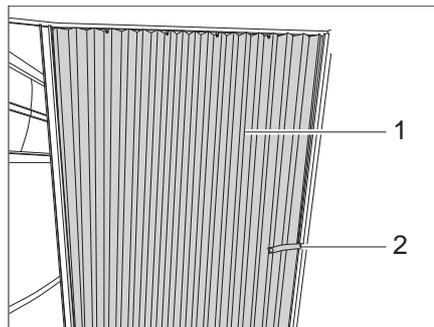

Bild 86 Faltporhang
- Das Sicherungsband (Bild 86,2) lösen.
- Faltporhang (Bild 86,1) in Schließstellung ziehen.
- Faltporhang (Bild 86,1) in die Öffnungsposition führen.
- Faltporhang mit dem Sicherungsband (Bild 86,2) befestigen.